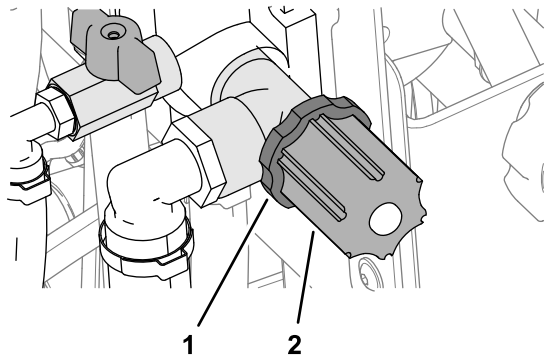

Figura 42
- Gire el pomo de la válvula de control en sentido horario para aumentar la presión del sistema de fumigación (Figura 42).
- Gire el pomo de la válvula de control en sentido antihorario para reducir la presión del sistema de fumigación (Figura 42).
7. Afloje la contratuerca y gire el pomo de la válvula de control en sentido antihorario (Figura 42).